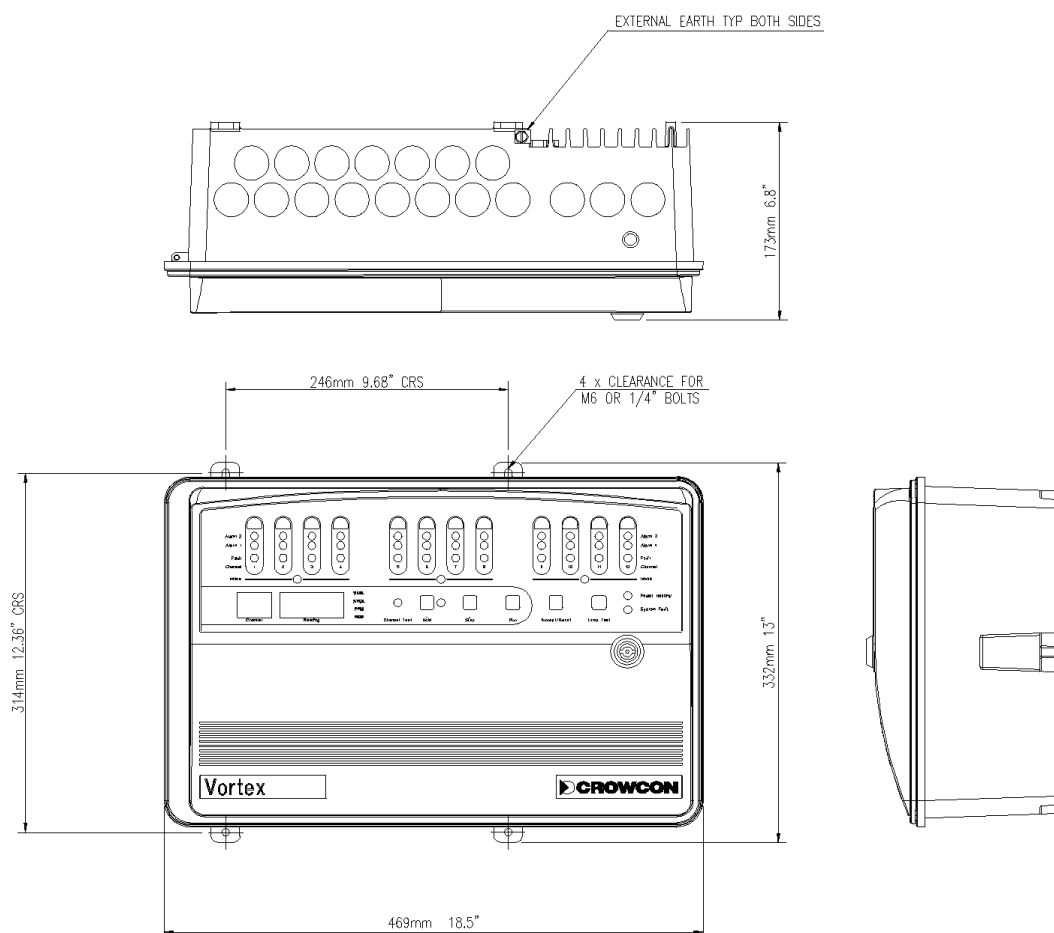

Figura 2: Sistema Vortex in contenitore standard
3. Collocare il contenitore o il cabinet nella posizione di utilizzo. Tenere in considerazione i problemi di sito, cablaggio e messa a terra trattati nelle Sezioni 3.6 e 5.2 e nell'Appendice F. Vedere la Figura 2.